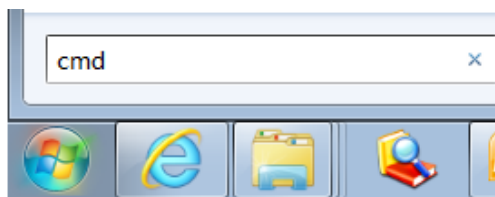

图4-2 输入“cmd”
1) 点击左下角  图标，在  框中输入“cmd”，如图 4-2 所示。